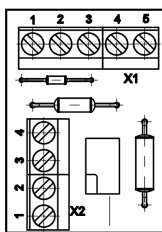

Рисунок 2 - Вид платы дистанционного управления
4.7 Для перевода устройства в режим дистанционного управления (функция реализуется только при наличии дополнительного модуля) следует разорвать цепь подключения электрического привода оросителя путем подачи напряжения управления на контакты клеммника X1 платы дистанционного управления (рисунок 2).